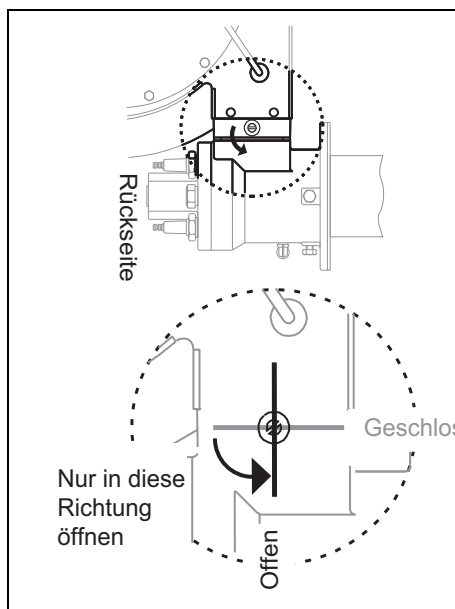

Abbildung 4.1. Öffnungsrichtung der Luftdrosselklappe
- 8. Überprüfen Sie, ob der Stellantrieb die Luftdrosselklappe wie in Abb. 4.1 gezeigt zur Rückseite des Brenners hin öffnet. Ist dies nicht der